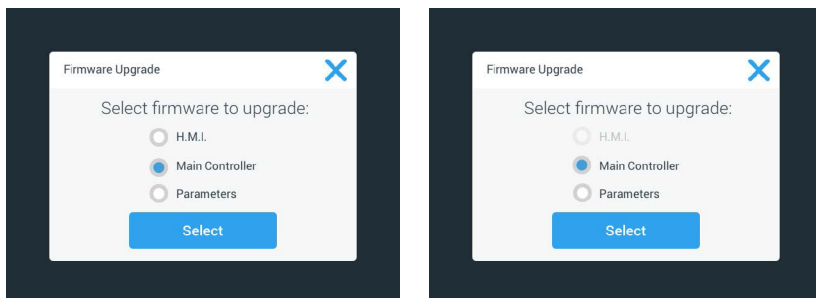

Figura 120: Selezione dell'elemento firmware da installare
11. Se è disponibile un firmware da aggiornare, sulla schermata Aggiornamento firmware appare la lista illustrata nella Figura 120. Toccare l'elemento firmware che si desidera aggiornare.